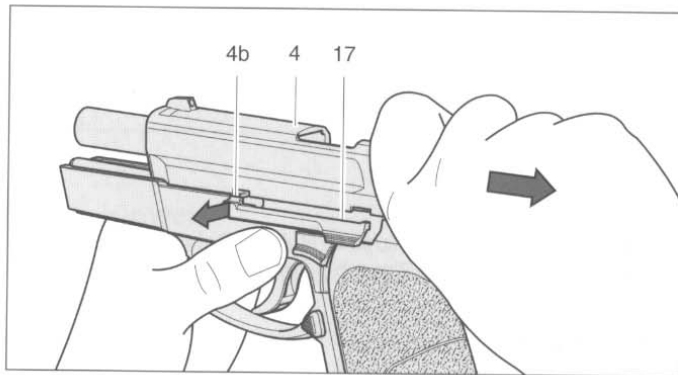

Abb. 9
4. Mit der rechten Hand Griff- und Verschlussstück umfassen, Verschluss **4** leicht zurückziehen, damit der Verschlussfanghebel **17** ausrasten kann. Anschließend Verschluss **4** ca. 3 mm nach vorne gleiten lassen, bis die Aussparung **4b** am Verschluss **4** mit der Nase am Verschlussfanghebel **17** übereinstimmt. Verschlussfanghebel **17** von rechts eindrücken und von links herausziehen (Abb. 9).